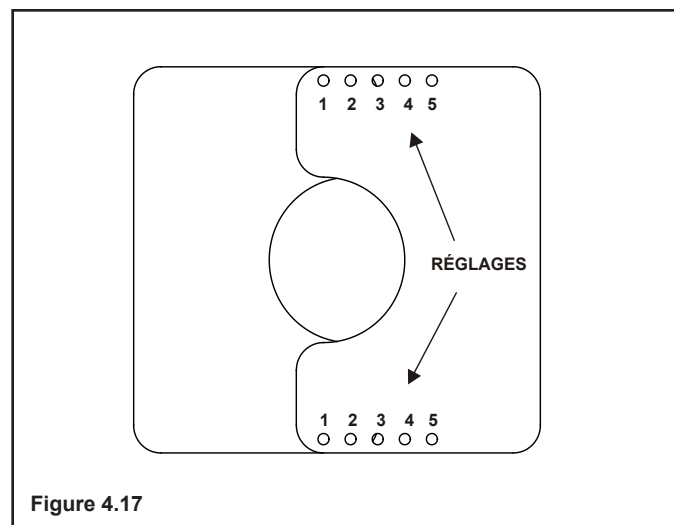

Figure 4.17
- Utilisez le tableau 4.1 pour associer le total de la verticale du système pour trouver la position appropriée afin de régler le réducteur d'évacuation. Voir la figure 4.17.